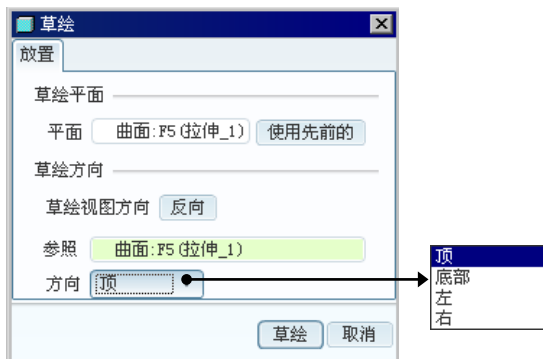
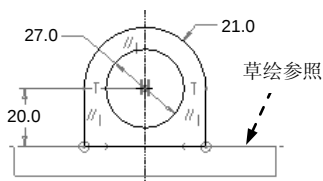

图 5.2.49 “草绘”对话框
图 5.2.50 截面图形
b) 指定参照平面的方向：在图 5.2.49 所示的“草绘”对话框中，选取^顶作为参照平面的方向。
④ 单击“草绘”对话框中的^{草绘}按钮。至此，系统进入截面草绘环境。
(3) 创建图 5.2.50 所示的特征截面，详细操作过程如下：
① 定义截面草绘参照。选取 RIGHT 基准平面和图 5.2.50 所示的表面为草绘参照。
d) 绘制图 5.2.50 所示的截面草图，并创建对称约束及相切约束。
(4) 完成截面绘制后，单击“草绘”工具栏中的“完成”按钮.